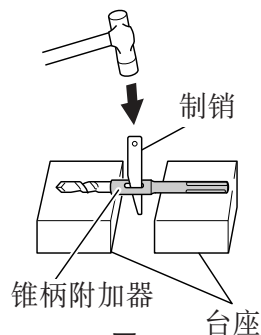

图 26
- (3) 接通开关，按预定深度钻开一个孔口。
- (4) 拆卸钻头时，可将制销插入锥柄附加器的缝隙，把钻头放在台座上，用锥子敲打制销头部。（图 26）